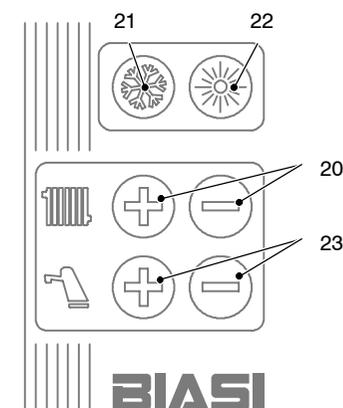

fig. 2.12
- Se si desidera il funzionamento della caldaia in riscaldamento/sanitario, premere il tasto (21 in fig. 2.12). Sul display compare la scritta **Inverno**, e un quadrato si posiziona sopra il simbolo .
- Se si desidera la sola produzione di acqua calda per uso sanitario, premere il tasto (22 in fig. 2.12). Sul display compare la scritta **Estate**, e un quadrato si posiziona sopra il simbolo .
Premendo il tasto (20 in fig. 2.12) in corrispondenza del simbolo si ha un incremento di temperatura. Il valore viene visualizzato sul display. Premendo il tasto (20 in fig. 2.12) in corrispondenza del simbolo si ha un decremento di temperatura. Il valore viene visualizzato sul display.
Premendo il tasto \uparrow (23 in fig. 2.12) in corrispondenza del simbolo \uparrow si ha un incremento di temperatura. Il valore viene visualizzato sul display.
Premendo il tasto \downarrow (23 in fig. 2.12) in corrispondenza del simbolo \downarrow si ha un decremento di temperatura. Il valore viene visualizzato sul display.